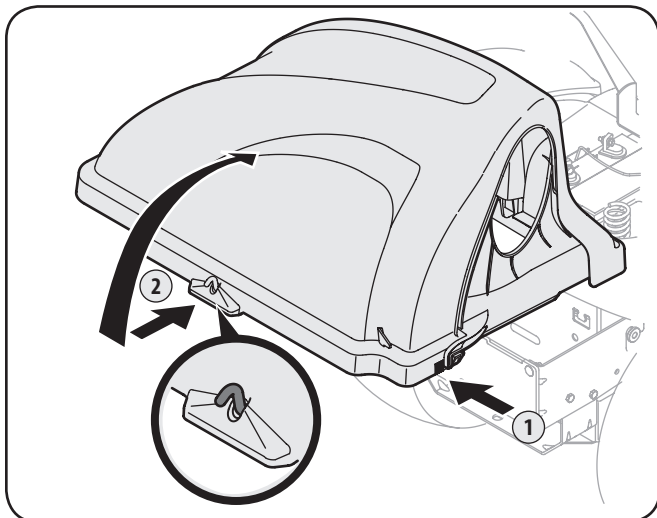

Figura 4-16
7. Abra el capó empujando hacia adentro la lengüeta posterior derecha con la mano derecha, como se ve en 1 de la Figura 4-16, y levantando la cubierta con la mano izquierda en el centro de la parte posterior de la cubierta de la embolsadora, 2.